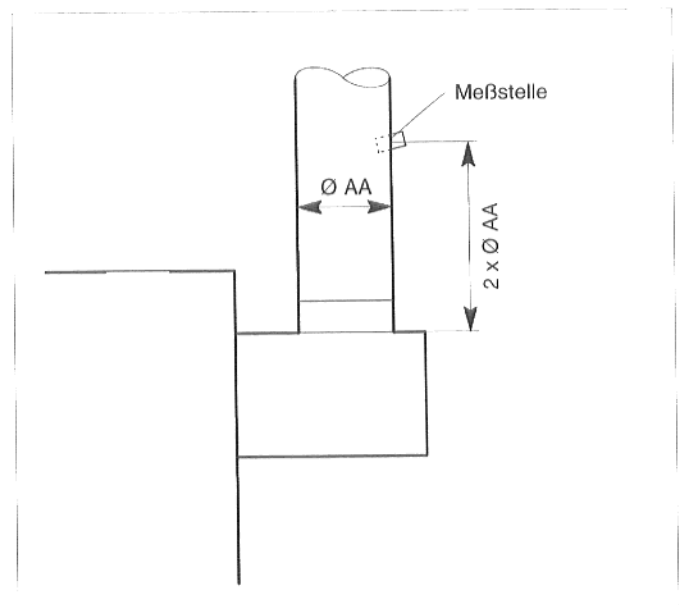

Abb. 32: Meßstelle im Abgasrohr
- Bringen Sie im Abgasrohr, ca. 2 x Ø AA nach der Strömungssicherung an der dem Kessel abgewandten Seite, eine Bohrung an (Abb. 32).